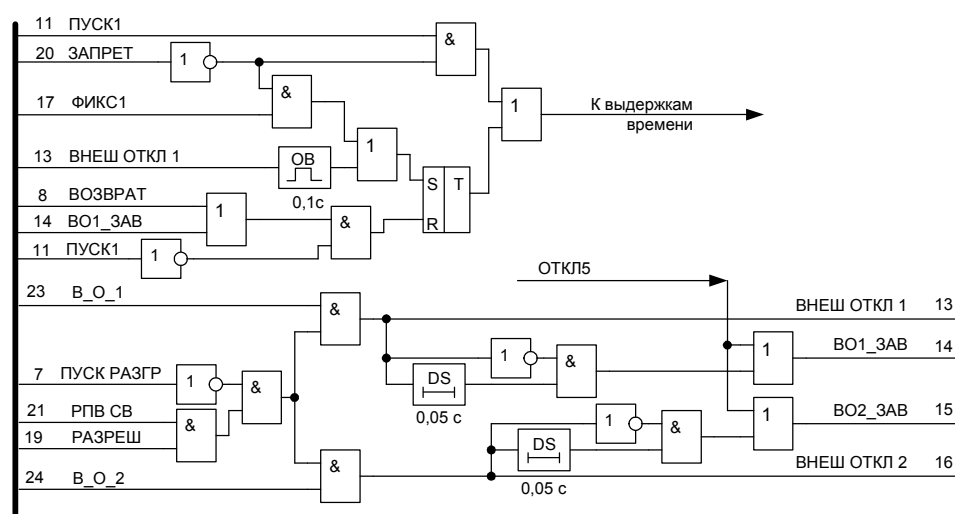
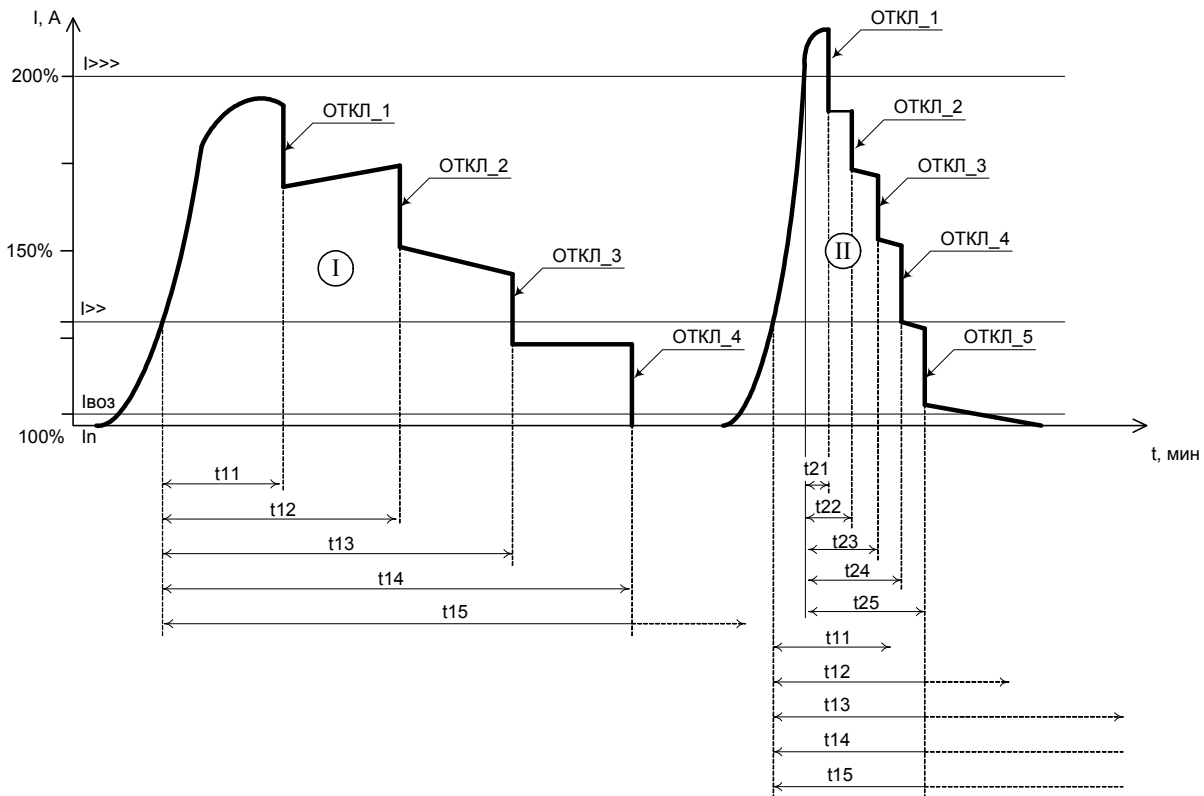

Рис. 1.3.3
Рис. 1.3.4
На Рис. 1.3.3 показана логика работы автоматической разгрузки. На Рис. 1.3.4 приведен пример диаграммы автоматической разгрузки. На участке I ток нагрузки превышает заданную уставку второй ступени МТЗ равную 130%. С момента пуска ступени начинается набор выдержек времени таймеров автоматики разгрузки, от которых происходит отключение потребителей. В случае кратковременного превышения тока (при коротких замыканиях в сети или набросе нагрузки) срабатывания ступени не происходит, т.к. время срабатывания ступени задается больше, чем время работы защит присоединений, и при возврате пускового сигнала ступени происходит сброс набранных выдержек времени автоматики разгрузки. Таким образом, исключается излишнее отключение потребителей. Подробнее о работе ступеней см.п.1.3.2.1 на стр.21.
- на входе 1.6 отсутствует запрещающий сигнал (см.Рис. 1.3.3).